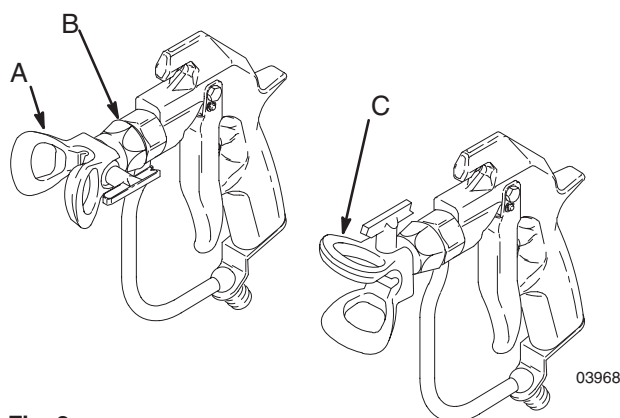

Fig. 3
1. Pour régler le sens du type de pulvérisation, décompresser. Desserrer l'écrou de blocage de la protection de la buse (B). Faire pivoter la protection de la buse et la gorge de la buse horizontalement (C) pour obtenir un jet horizontal et verticalement (A) pour un jet vertical. Serrer l'écrou. Voir Fig. 3.